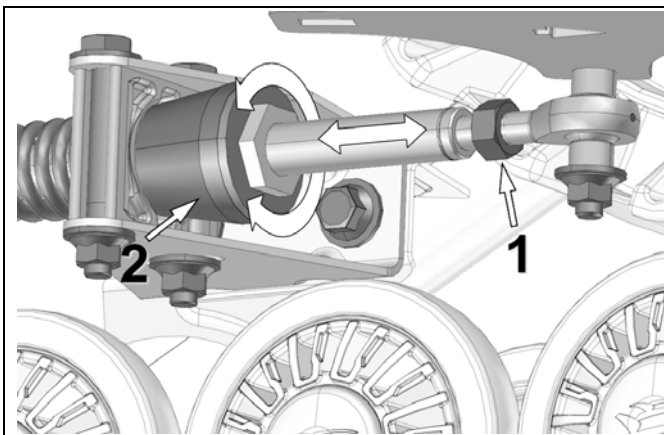

Abbildung 17
- Lösen Sie Gegenmutter (1). Drehen Sie den Stabilisierungsarm, um die Länge des Stangenkopfes einzustellen, so dass kein Druck auf den Gummikegel/ Gummidämpfer (2) ausgeübt wird. Siehe Abbildung 17.